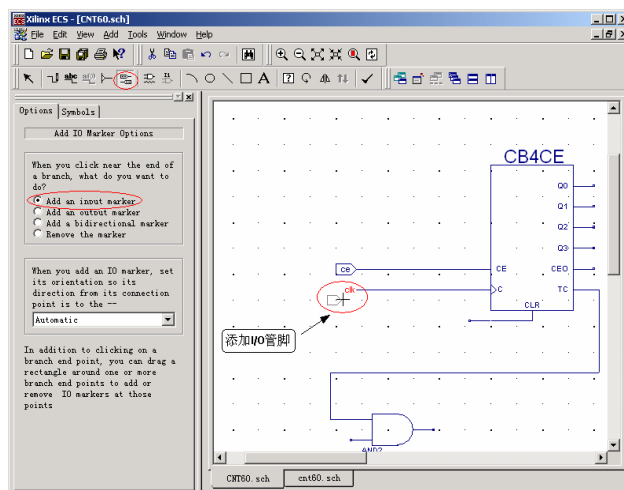

图9-8 添加 I/O 管脚
- (1) 为已经命名的网线设置 I/O 端口管脚比较简便，单击绘图工具栏中的  按钮，选择添加输入管脚（Add an input marker），然后在原理图需要添加 I/O 管脚的网线端口，按住鼠标左键拖出一个框，放开鼠标左键，自动产生一个与网线同名的输出端口。
- (2) 在设置选项卡选择添加输出管脚（Add an output marker），与添加输入管脚的方法相同，添加输出管脚。
- (3) 按 **Esc** 键或者双击鼠标右键结束操作，结果如图 9-8 所示。